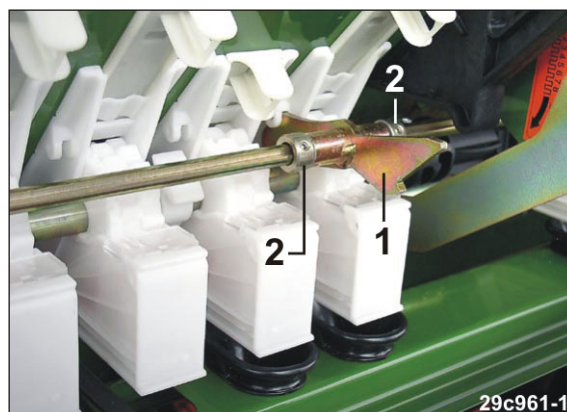

Fig. 221
- Pousser en même temps le support (Fig. 221/1), qui bloque axialement l'arbre de jalonnage, dans le logement d'un carter de distribution.
5. Bloquer le support axialement avec deux bagues de réglage (Fig. 221/2).